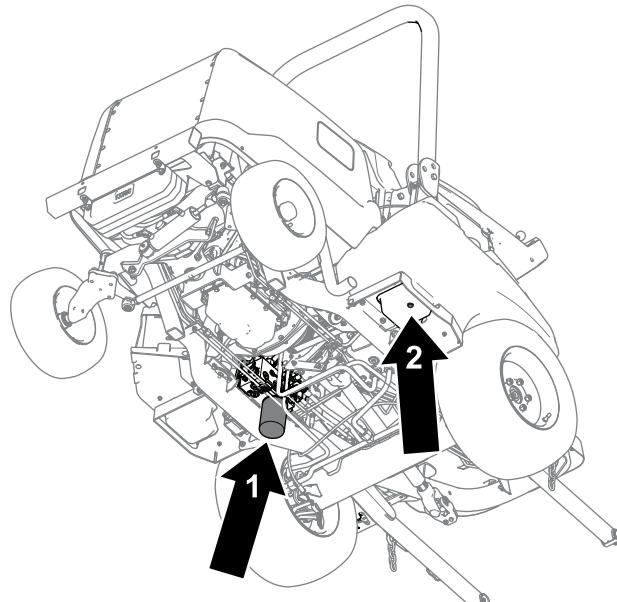

Figura 85
4. Deconectați buonul de golire (Figura 85) din partea de jos a rezervorului i lăsați uleiul hidraulic să curgă în tavă.
6. Amplasai o tavă de scurgere sub filtru (Figura 85), îndepărtați filtrul i lăsați să se scurgă în tavă uleiul rămas.